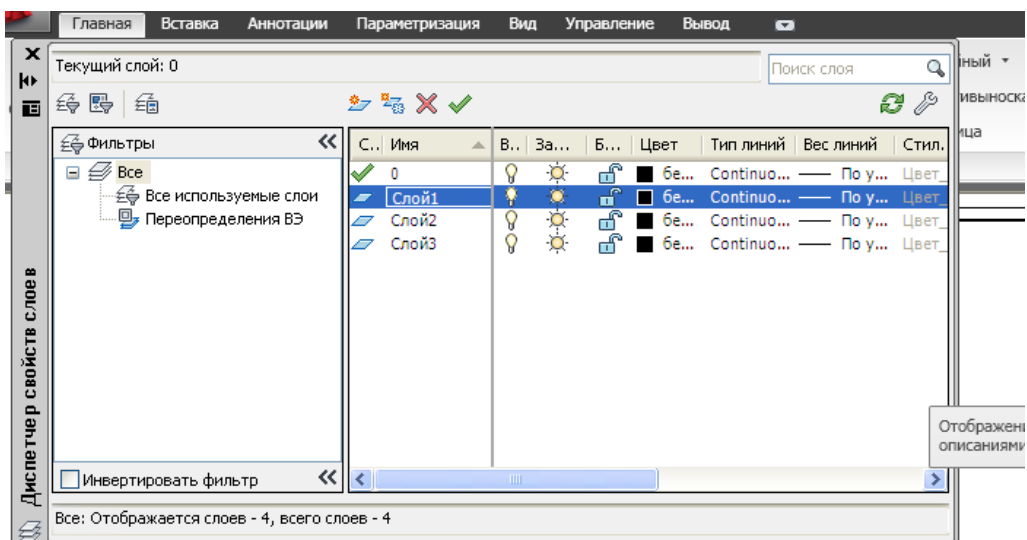

Рис. 3. Добавление нового слоя во вкладке свойства слоя.
- ☞ Активизируется диалоговое окно **добавления нового слоя**, (рис.3). Создадим слои, перечисленные в таблице 1.